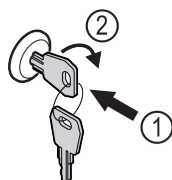

Fig. 149 Примерное изображение
- Вставьте ключ Fig. 149 (1).
- Поверните ключ на 90° по часовой стрелке Fig. 149 (2).